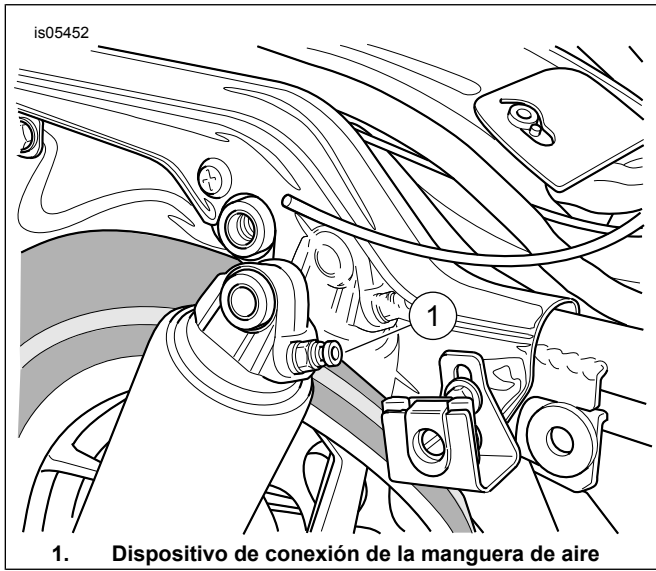
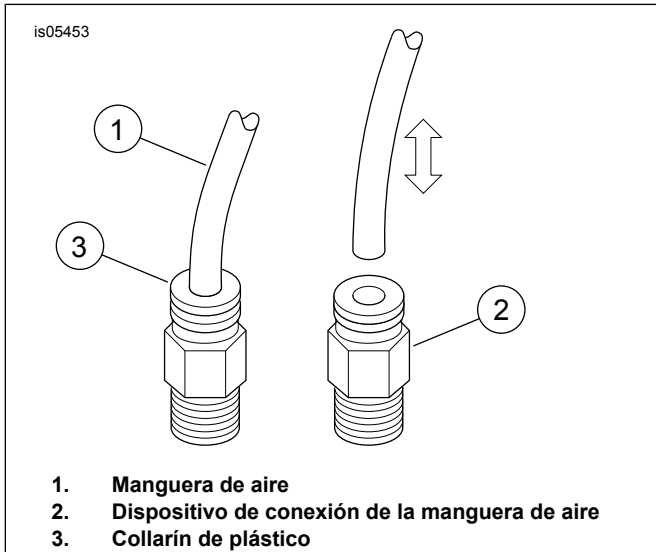

Figura 1. Amortiguador trasero
Figura 2. Desmontaje e instalación de mangueras de aire
7. Vea la Figura 1 y la Figura 2. Quite las mangueras de aire de los dispositivos de conexión de las mangueras de aire del amortiguador.